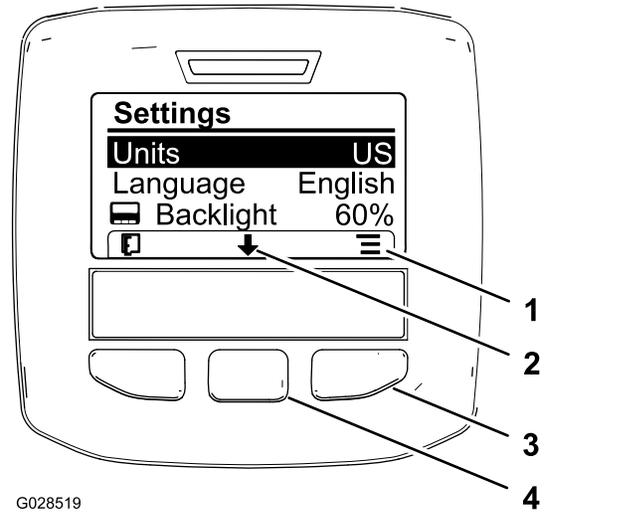

Bild 9
1. Navigieren Sie zum Ändern der Maßeinheit mit der mittleren Auswahl-taste auf die Option UNITS (Bild 9).
2. Drücken Sie die rechte Auswahl-taste, um die aufgeführte Maßeinheit zu ändern (Bild 9).
1. Drücken Sie die mittlere Auswahl-taste (die Taste unter dem Pfeil-nach-unten-Symbol auf dem Display), um die für das Display verwendete Sprache zu ändern, und die ausgewählte Option auf „Sprache“ zu verschieben (Bild 9).
2. Wenn Sie die rechte Auswahl-taste (die Taste unter dem Listensymbol auf dem Display) drücken, wird die aufgeführte Sprache, die für das Display verwendet wird, markiert (Bild 9).